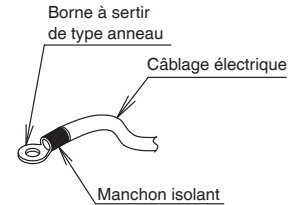

Fig. 5
- Veillez à utiliser des bornes à sertir de type anneau (à se procurer sur place) pour le raccordement. Isolez également la partie à sertir en installant un manchon isolant (à se procurer sur place). (Voir la Fig. 5)